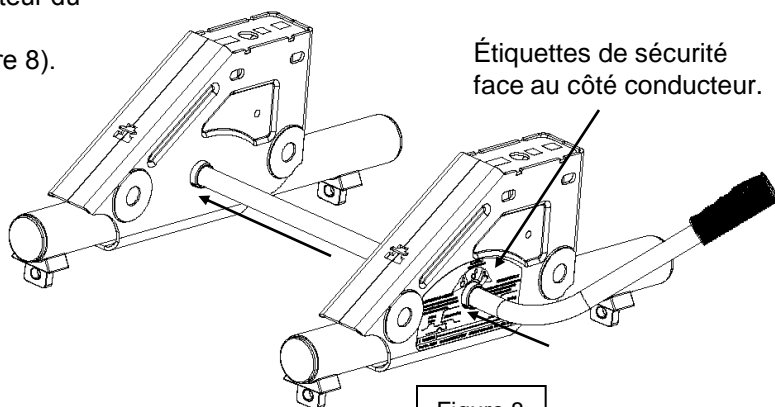

Figure 8
3. Avant de fixer la REESE™ Fifth Wheel Slider dans la caisse de la camionnette, insérer la poignée (3) à travers l'assemblage du côté conducteur (2) (côté conducteur du véhicule tracteur) et ensuite du côté passager de l'assemblage de la sellette d'attelage (1) (voir figure 8).